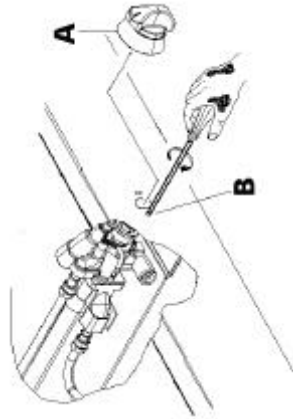

fig. 9
- togliere la manopola A (fig. 9);
- remove the knob A (fig. 9);
- extrair o manípulo A (fig. 9);
- sacar el mando A (fig. 9);
- Agire con cautela ad intaglio (fig. 9) sulla vite by-pass. È sufficiente svitare il by-pass per regolare il minimo passando dal gas liquido a gas metano.
- Use a flat blade screwdriver (fig. 9) to adjust the by-pass screw. Simply unscrew the by-pass to adjust the minimum setting when switching from liquid gas to methane.
- Utilizar uma chave de fendas (fig. 9) para o parafuso do by-pass. Basta desapertar o by-pass para regular o mínimo passando do gás líquido ao gás metano.
- Usar un destornillador entalle (fig. 9) en los tornillos by-pas. Es suficiente destornillar el by-pas para regular el mínimo pasando del gas líquido al gas metano.